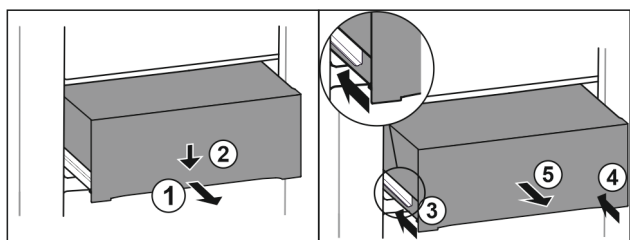

Fig. 151
- ▶ Vytiahnite zásuvku do polovice. Fig. 151 (1)
- ▶ Zatláčte zásuvku na prednej strane smerom nadol. Fig. 151 (2)
- ▶ Zasuňte ľavú koľajničku o cca 2 cm. Fig. 151 (3)
- ▶ Zasuňte pravú koľajničku o cca 2 cm. Fig. 151 (4)
- ▶ Odoberte zásuvku dopredu. Fig. 151 (5)